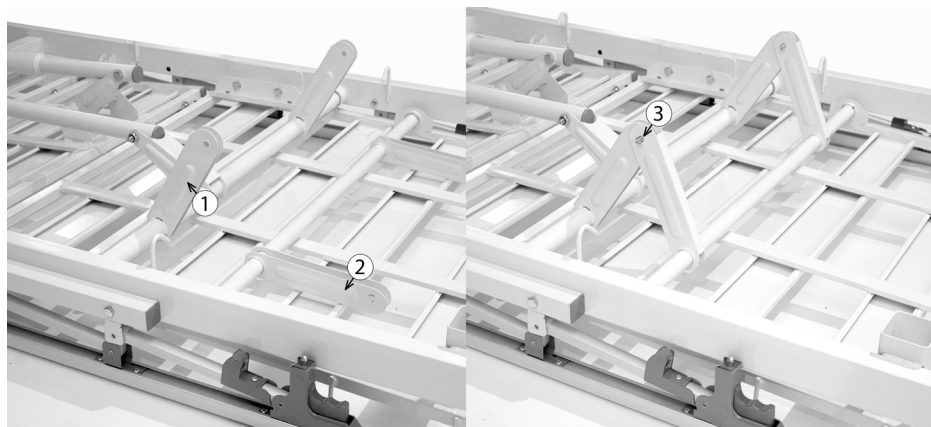

Рис. 5 Схема установки стержней механизма крепления привода
5. Вращая ручку, регулируемую наклон головной секции, совместите отверстие на стержнях (1) и (2) и зафиксируйте их положение (3) (см. Рис. 5).